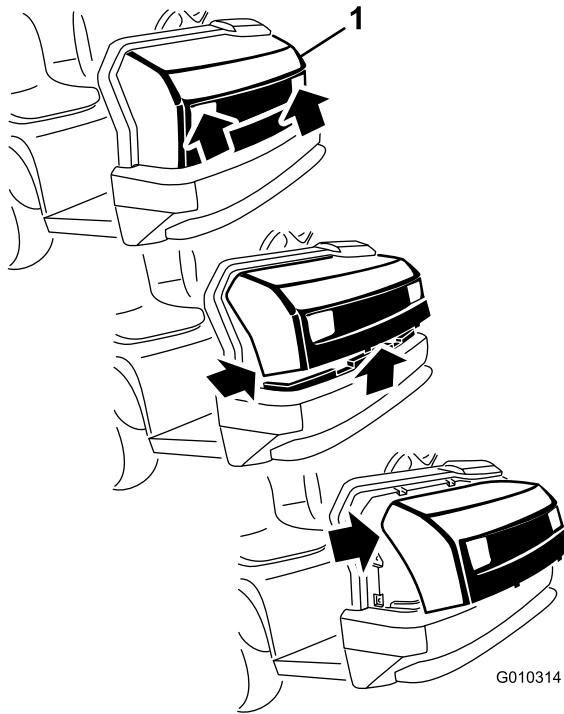

Рисунок 1
5. Возьмитесь за капот в проемах блок-фар и поднимите его вверх, чтобы вывести нижние монтажные лапки из пазов в бампере (Рисунок 1).
6. Наклоните низ колпака вверх настолько, чтобы верхние монтажные лапки можно было извлечь из пазов рамы (Рисунок 1).
7. Наклоните верх колпака вперед и отсоедините кабельные соединители от фары (Рисунок 1).